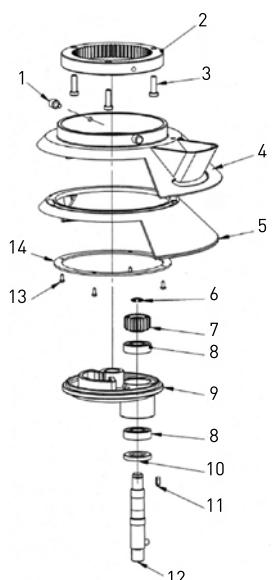

Figura 4: Apărătoarea vasului și axul rotativ
- Apărătoarea vasului și axul rotativ (Figura 4).
Lista pieselor mașinii din Figura 4